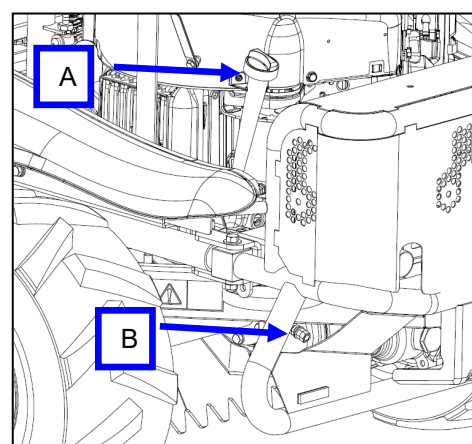

Figure 32
Niveau d'huile : vérifiez le niveau d'huile « A » (Figure 32).
- Vérifiez l'eau et la poussière à l'intérieur du filtre de la cartouche filtrante (Figure 32). Si le filtre est sale, remplacez-le.